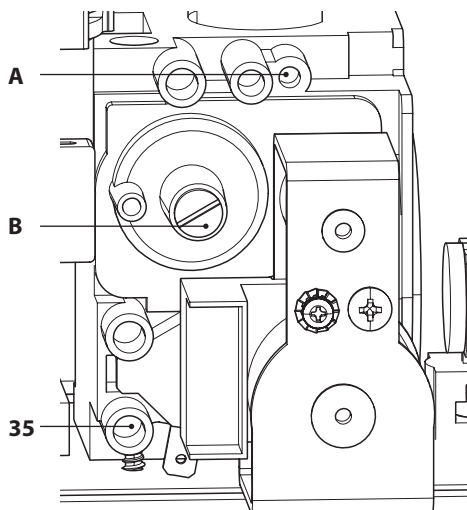

Figura 7.5
- A caldaia spenta (fuori servizio), controllare la pressione di alimentazione utilizzando la presa 35 in Figura 7.5 e confrontare il valore letto con quelli riportati nella tabella Pressioni di alimentazione gas nella sezione "Dati tecnici" pag. 30.
- Richiudere bene la presa di pressione 35 in Figura 7.5.
- Per tarare il **CO₂** della caldaia (pressione del gas al bruciatore) svitare completamente il tappo in ottone di protezione **B** e agire sulla vite a brugola Ø 4 mm sottostante Figura 7.5, girando in senso orario il **CO₂** aumenta.
regolazione massimo RQ (A in Figura 7.5) della valvola gas e tarare il CO_2 allo stesso valore riportato nella sezione "Dati tecnici" in tabella "Dati in sanitario" pag. 30 (modello M260.2025 SM/T) e pag. 34 (modello M260.3035 SM/T). Girando in senso orario il CO_2 diminuisce.